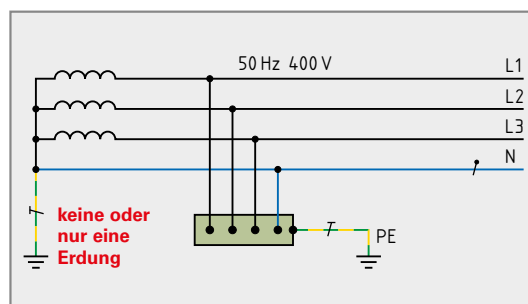

Bild 2: Verteilungssystem zu Frage 3
3. Welches Verteilungssystem zeigt **Bild 2**?